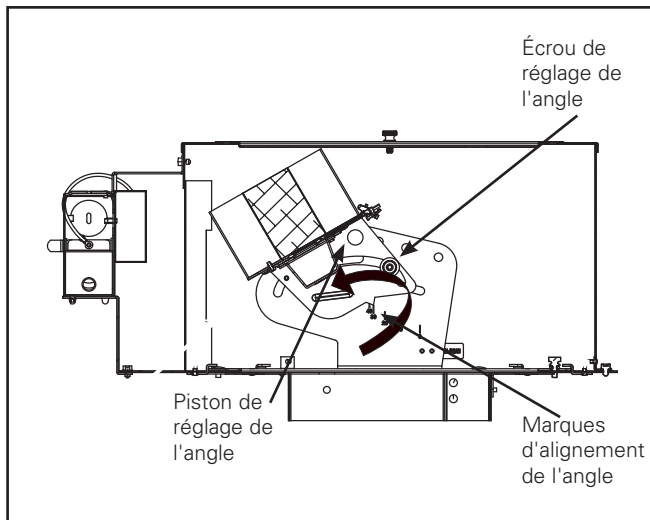
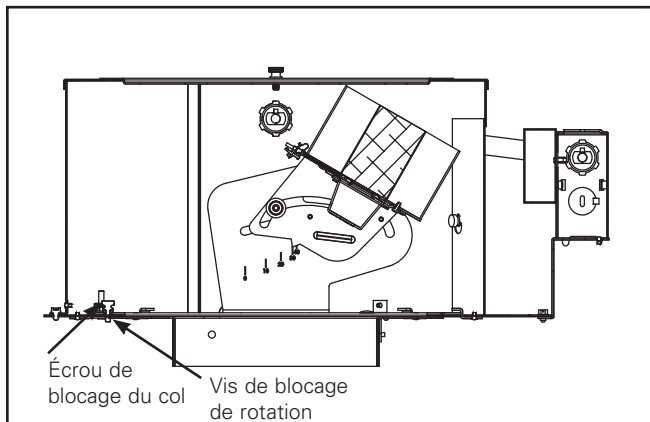

Figure 3.
Figure 4.
1. Dévissez les écrous à ailettes de réglage de l'angle (2) dans le col, mais ne les retirez pas (Figure 3).
2. Tirez le piston de réglage de l'angle pour changer l'inclinaison et relâchez pour un réglage par tranche de 10 degrés. Des marques d'alignements de l'angle sont fournies pour référence (Figure 3).
4. Serrez les écrous à ailettes de réglage de l'angle (2) pour bloquer à la position voulue.
5. Pour régler l'alignement de rotation du col, dévissez l'écrou à ailettes de blocage du col. Faites tourner le col dans la position désirée et serrez l'écrou de blocage du col (Figure 4).
6. Par l'ouverture du col, desserrez les vis à ailettes de rotation, faites tourner dans la direction désirée et resserrez les vis à ailettes pour verrouiller en place (Figure 4).